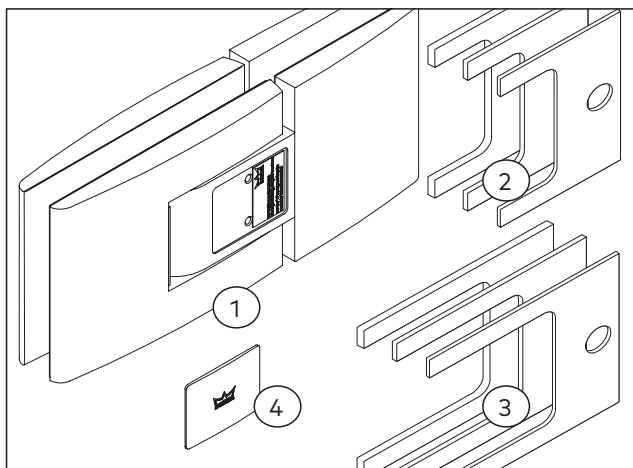

Abb. 12 Lieferumfang der Glas an Glas-Befestigungl
- ▶ 2 x Pendeltürband (Abb. 12/1)
- ▶ Zwischenlagen Seitenteil je 4 x in 3 verschiedenen Dicken: 1 mm, 2 mm, 3 mm (Abb. 12/2)
- ▶ Zwischenlagen Glastürflügel je 4 x in 3 verschiedenen Dicken: 1 mm, 2 mm, 3 mm (Abb. 12/3)
- ▶ 12 x Anschlagkappe in 3 verschiedenen Farben (Abb. 12/4)